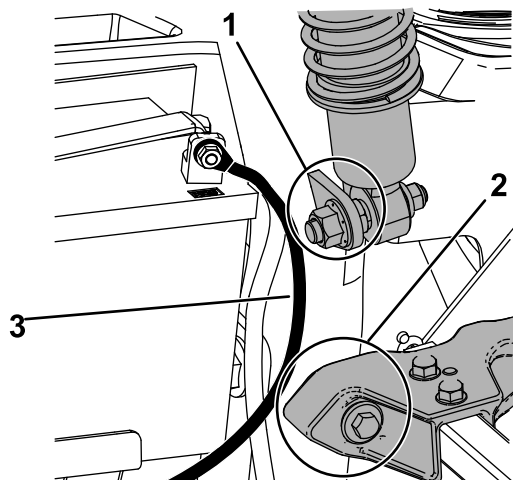

Figure 84
**Remarque:** Pour les tondeuses MyRide, assurez-vous que le câble de masse ne frotte pas contre le bras tiré ou le support inférieur de l'amortisseur (Figure 84).